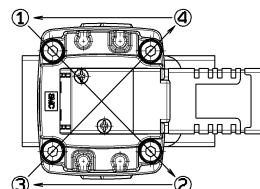

図 2.ボルト締付け手順
- (1) カバーの六角穴付ボルト 4 本を緩めて、ボディ Ass'y から外してください。その際、ボルトとボディのねじ部に、カジリが生じないように、4 本のボルトを少しずつ均等に緩めてください。
- (2) ボディ Ass'y 内部に異物の付着などあれば取り除いてください。
- (3) 六角穴付ボルトをメンテナンス Ass'y のカバーに通し、表 1 の締付トルクでボディ Ass'y に組立ててください。ボルト締付けの際、図 2 の締付け手順を繰り返し、4 本のボルトを少しずつ均等に締付けてください。